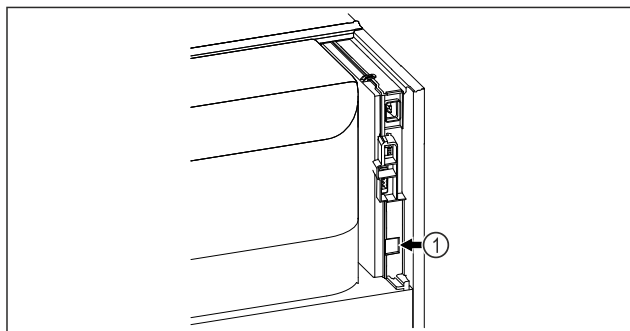

Fig. 139
- ☐ SmartModule Fig. 139 (1) ist eingesetzt.